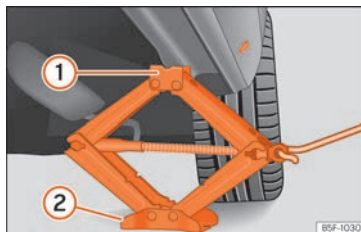

Abb. 229 Längsträger: Wagenheber ansetzen.
- Drehen Sie die Kurbel des unter dem Aufnahmepunkt des Längsträgers befindlichen Wagenhebers, bis sich die Nase (1) >>> [Abb. 229] unter der vorgesehenen Einführung befindet.
- Richten Sie den Wagenheber so aus, dass sein Aufnahmehorn (1) in die dafür vorgesehene Aufnahme am Längsträger „greift“ und die bewegliche Grundplatte (2) plan auf dem Boden